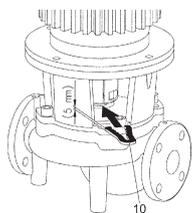

Fig. 13: Τοποθέτηση της φουρκέτας συναρμολόγησης
10. Σπρώξτε το φίλερ (Fig. 13, θέση 10) μεταξύ λατέρνας και συνδέσμου. Το φίλερ πρέπει να εφαρμόζει χωρίς τζόγο.
13. Σπρώξτε το φίλερ (Fig. 13, θέση 10) μεταξύ λατέρνας και συνδέσμου. Το φίλερ πρέπει να εφαρμόζει χωρίς τζόγο.